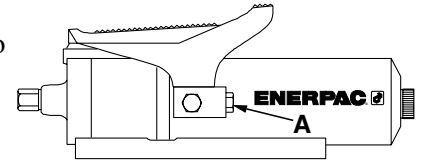

Figura 3
- Vedere la Figura 3. Rimuovere il tappo dal raccordo idraulico girevole (A) a filettatura conica NPTF di $\frac{3}{8}$ " femmina e collegare l'attacco maschio di un raccordo idraulico NPTF di $\frac{3}{8}$ ". L'elemento collegato può essere un raccordo per portate elevate, un tubo flessibile o un adattatore per manometro.